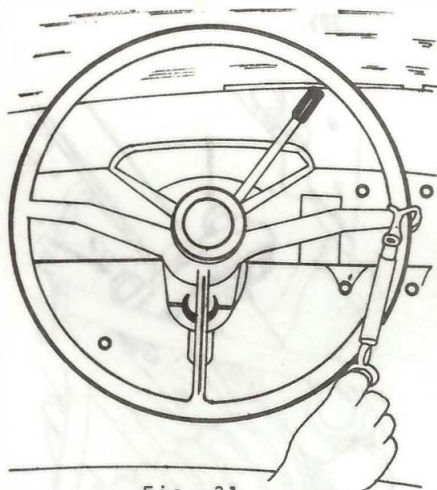

Fig. 31
o. Compruebe la tracción del movimiento del volante colocando la báscula en ángulo recto con uno de los radios del volante (fig. 31).